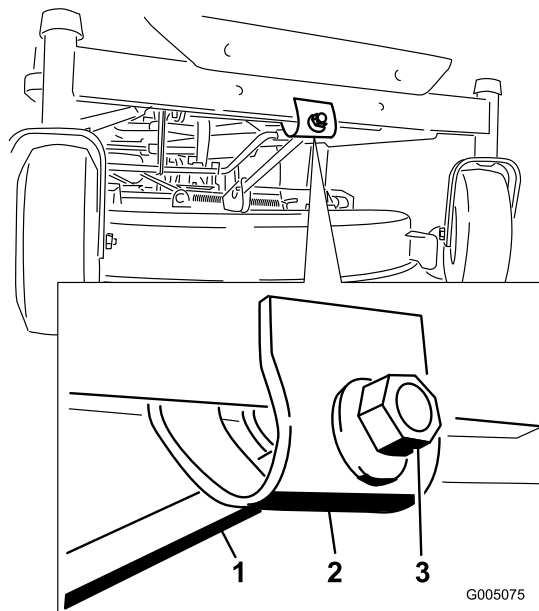

Figura 55
6. Para ajustar la inclinación longitudinal, gire la tuerca de ajuste de la parte delantera del cortacésped (Figura 55).